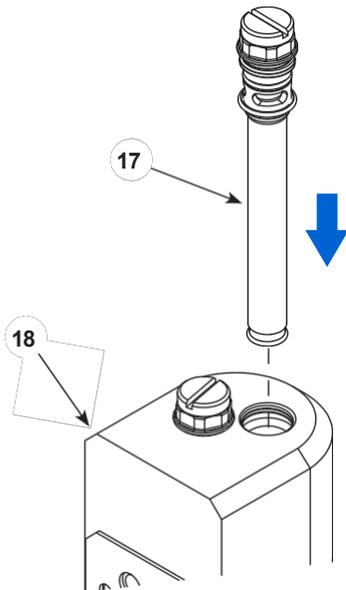

Figure 26 Fixation de Tubes de fluidification dans le collecteur
5. Voir la figure 26. Insérer le tube de fluidification assemblé (17) dans la partie supérieure du collecteur de purge (18). Emboîter les tubes sur le collecteur .